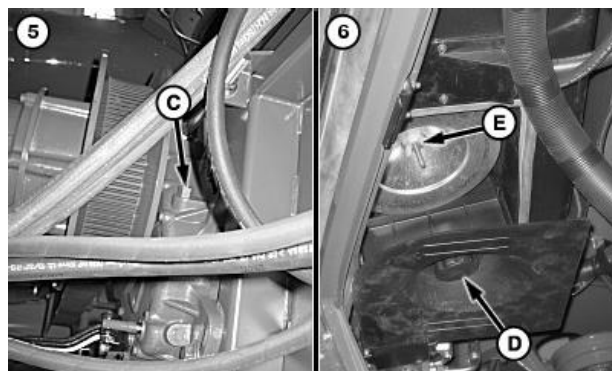

Рис.4.44 – Перевірка рівня оливи в приводі сепаратора (5) та демонтаж повітряного фільтра (6)
12. Двошвидкісний привід сепаратора. Перевірити рівень оливи за допомогою щупу (С) (рис.4.44). За необхідності додати оливу до необхідного рівня.
13. Фільтр свіжого повітря очистити або замінити (рис.4.44). Відкрутити барашкову гайку (Е) та вийняти фільтр. Очистити або замінити його.